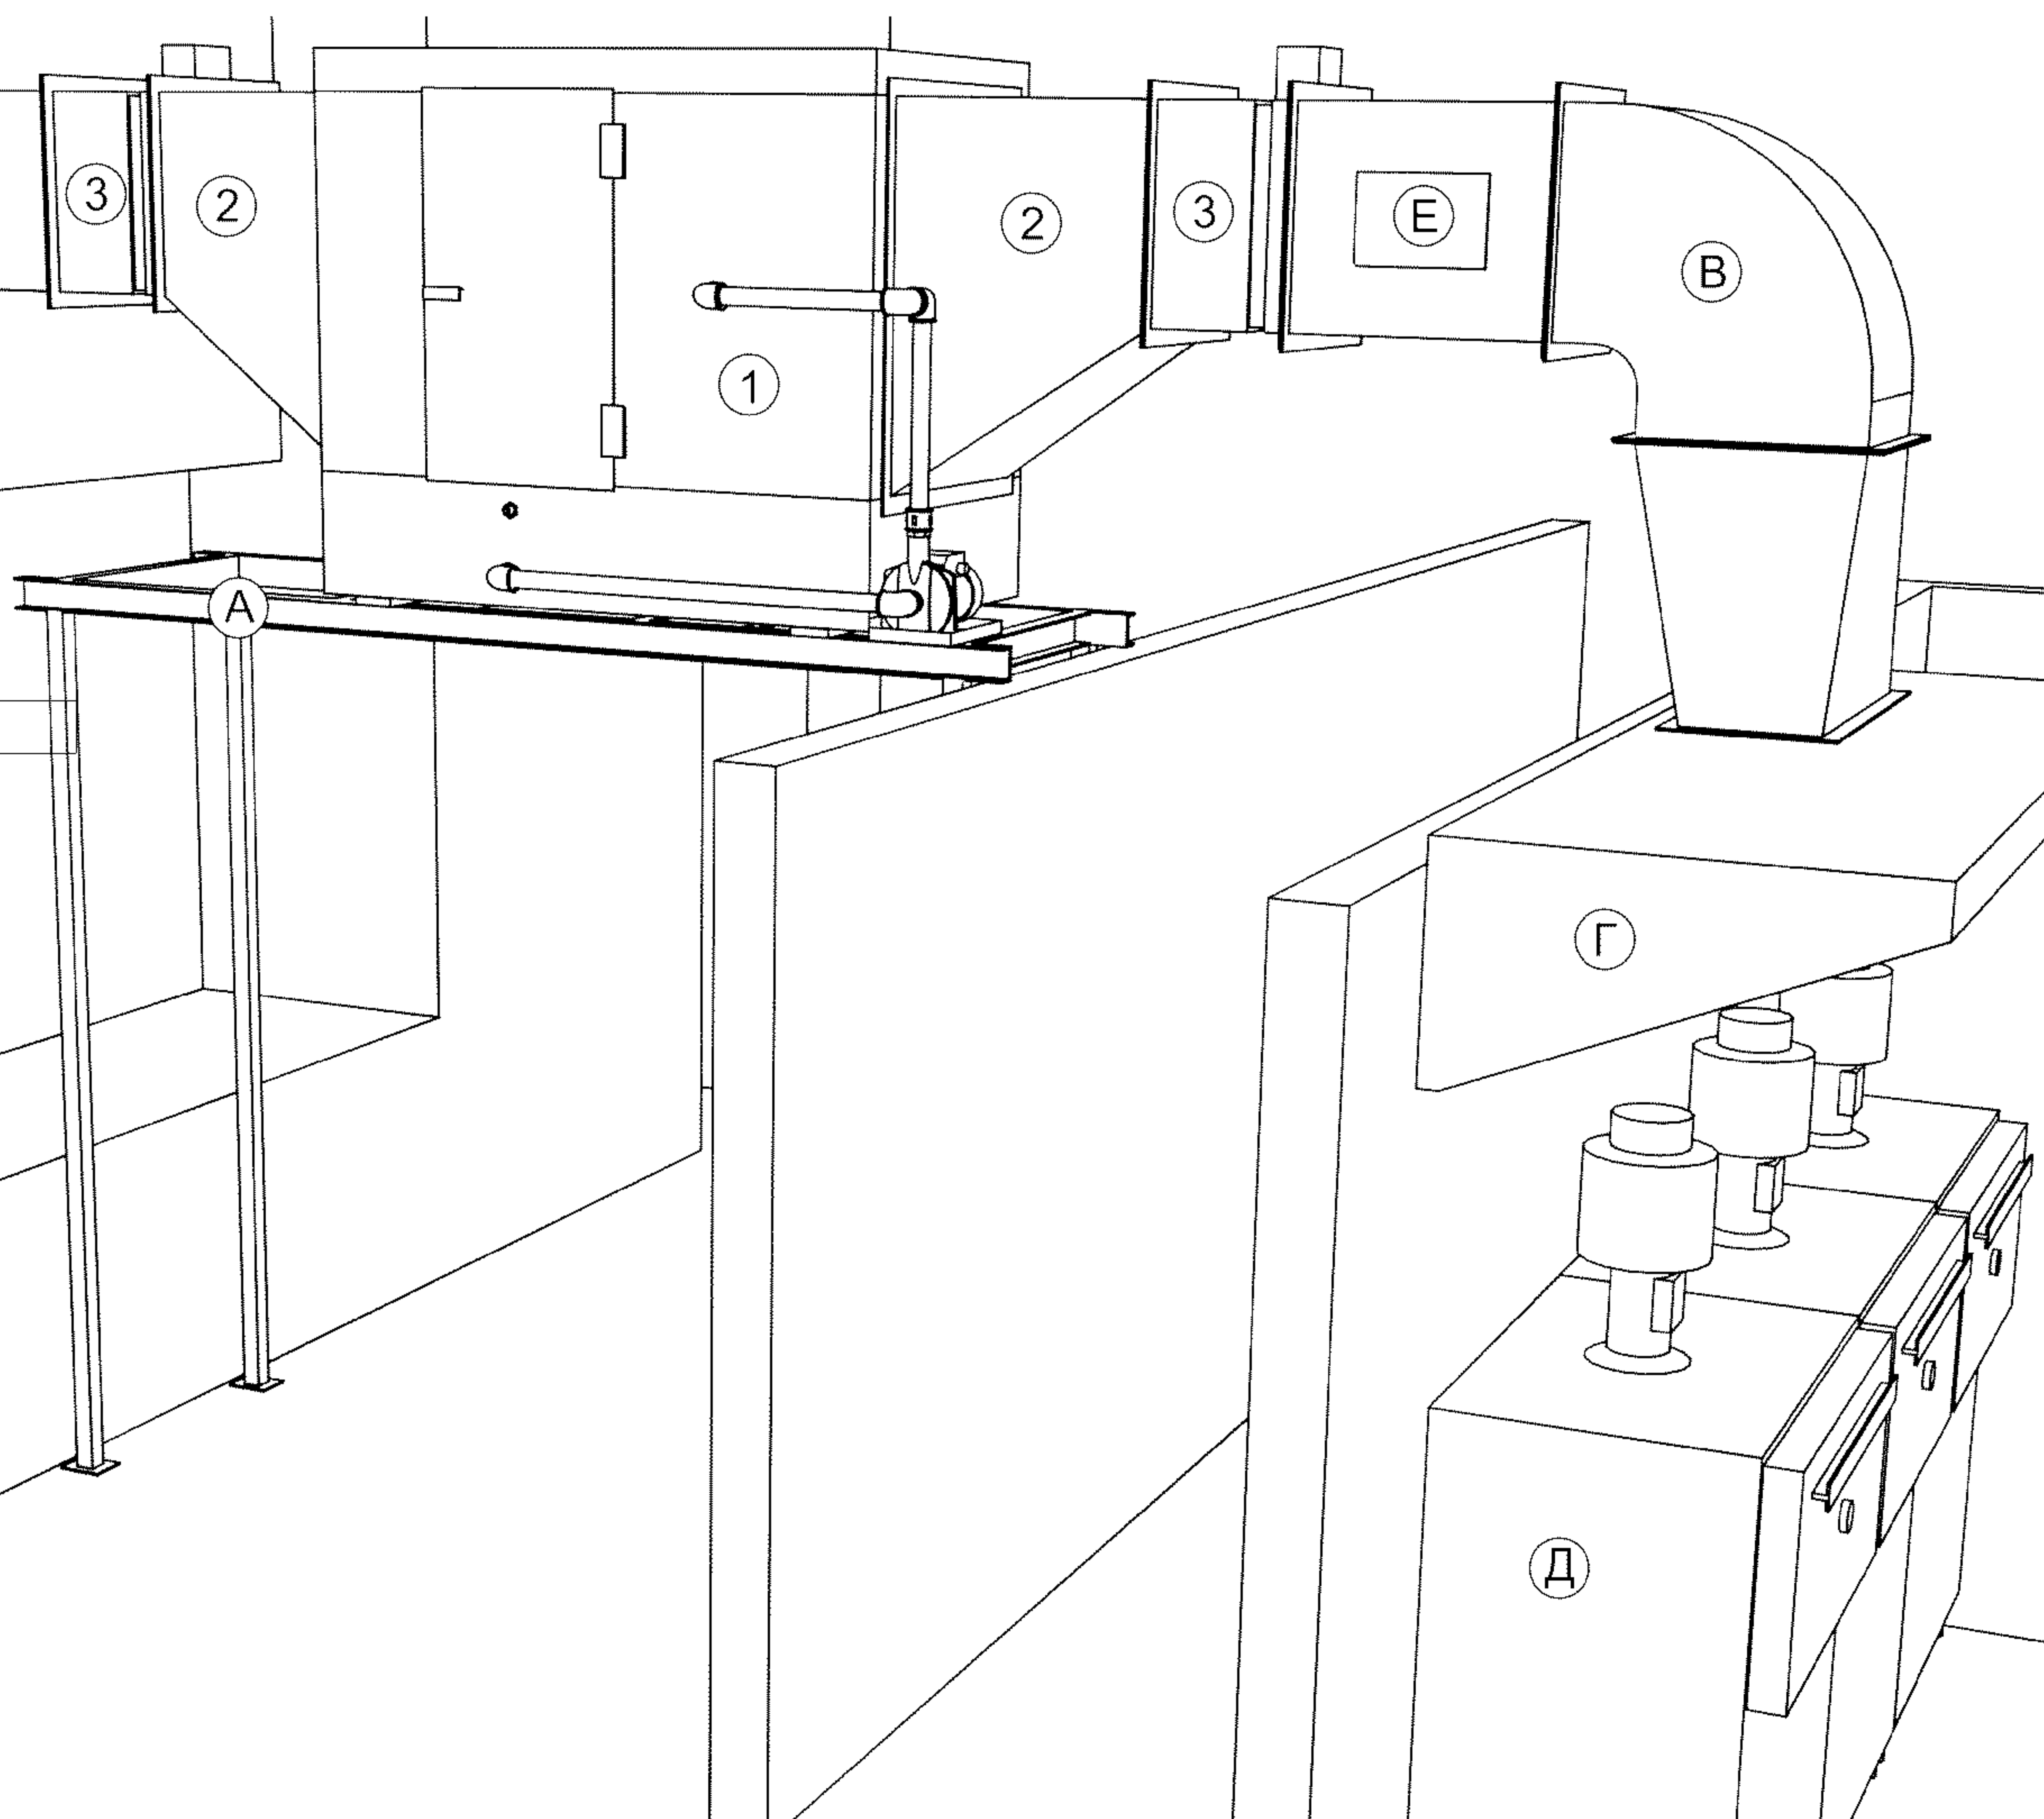

Рис. 2. Монтаж гидрофилтра
3. Установите камеру гидрофильтра (поз. 1, рис. 2) на специально подготовленные опоры (поз. А, рис. 2).
4. Соберите гидрофильтр, установив переходники (поз. 2, рис. 2) и противопожарные клапаны* (поз. 3, рис. 2). Переходники крепятся к корпусу гидрофильтра и к противопожарным клапанам при помощи болтовых соединений.
5. Подсоединение гидрофилтра к системе вентиляции. Противопожарные клапаны крепятся к воздуховодам (поз. Б, В, рис. 2) при помощи болтовых соединений.